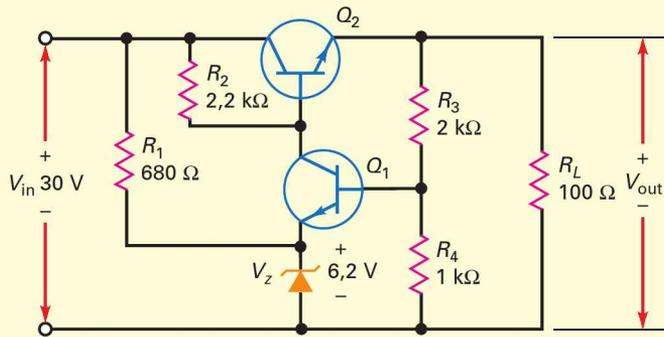

Figure 9.22
Quelle est la tension de sortie dans la figure 9.22 ?
9.14 Avez-vous compris ? Reprendre la figure 9.22, faire passer la valeur Zener à $5,6\text{ V}$ et trouver la nouvelle tension de sortie.